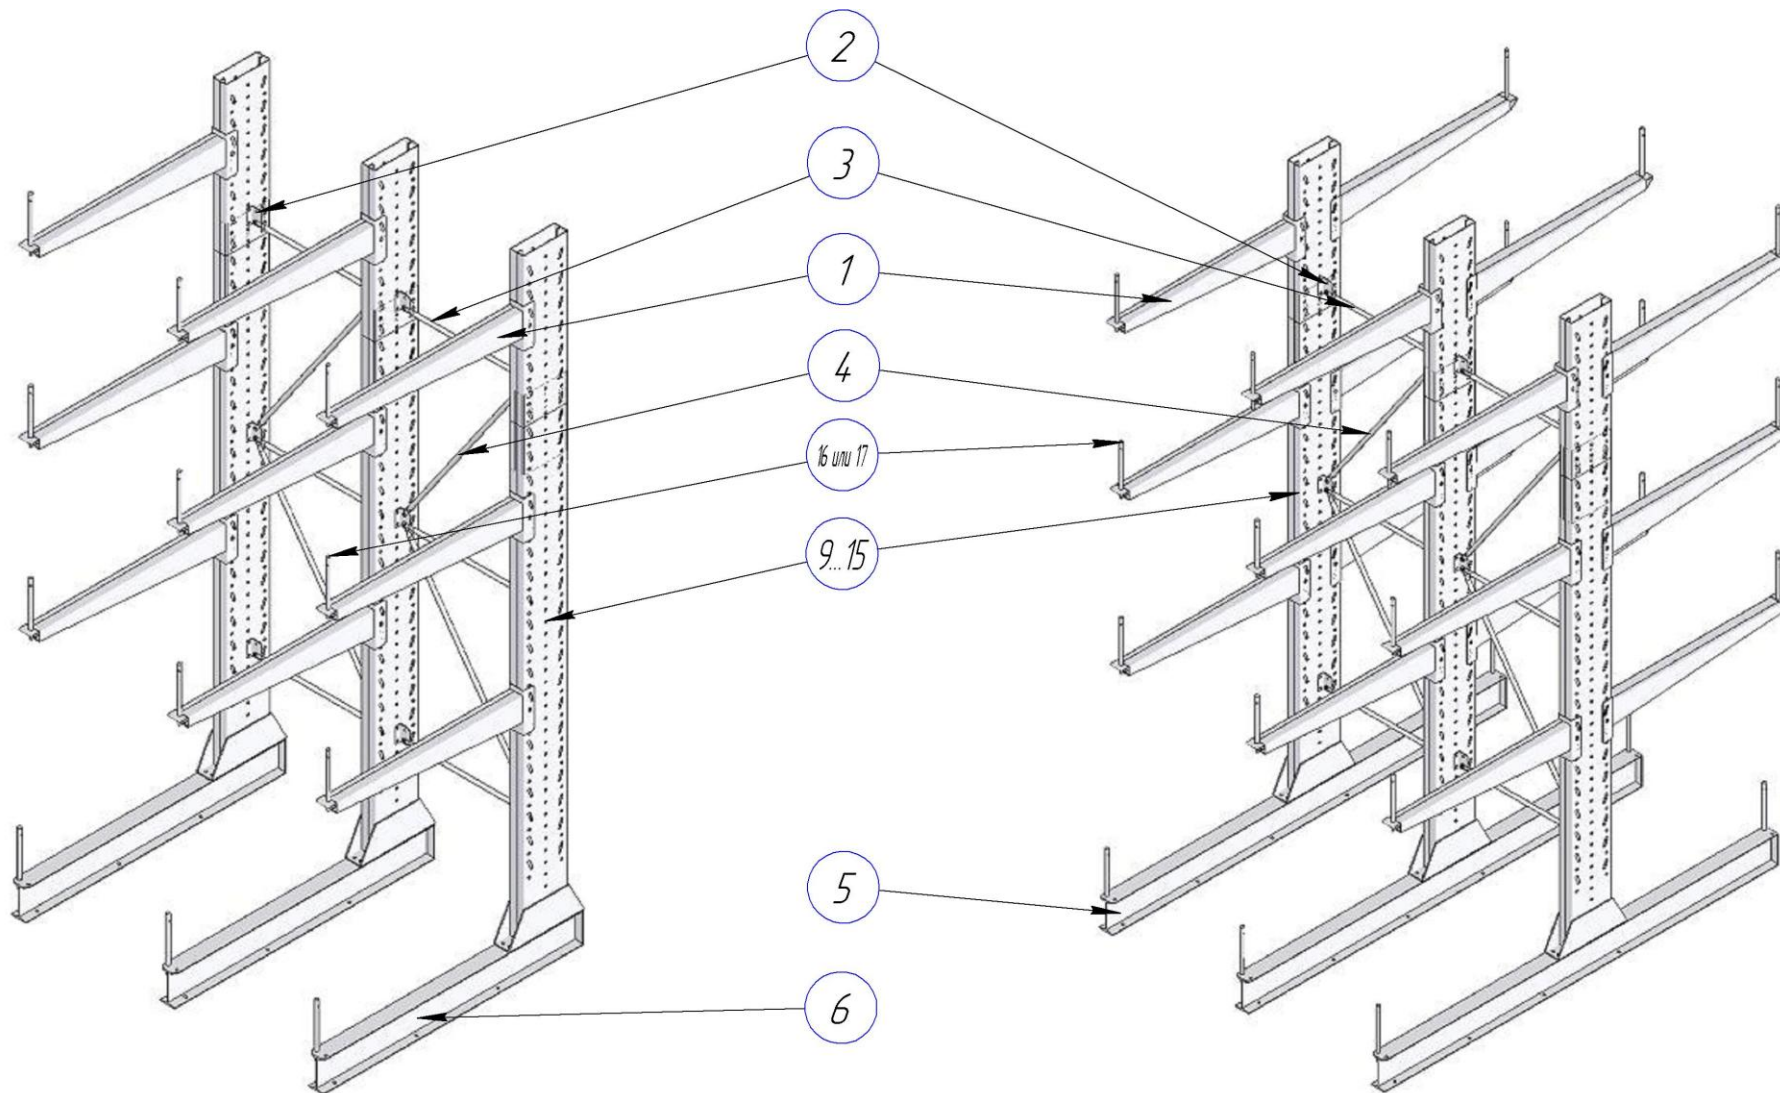

Рисунок 2.
Стеллаж консольный 0,25т САИН.539.00.000 одно - или двухстороннего использования (рисунок 2) ГОСТ 16140-77 предназначен для размещения на нем длинномерных грузов (профиля, рейки, сортовой прокат и других объемных материалов).
6. Установить на стойки консоли поз. 1 (таблица 1), при помощи фиксатора входящего в комплект консоли (установить в фиксатор шпильки 5×45) и крепежа болт М14×130, гайка М14, двух шайб 14 (рисунок 9). Консоли крепятся с одной стороны на одностороннем, соответственно с двух сторон на двухстороннем (рисунок 2).